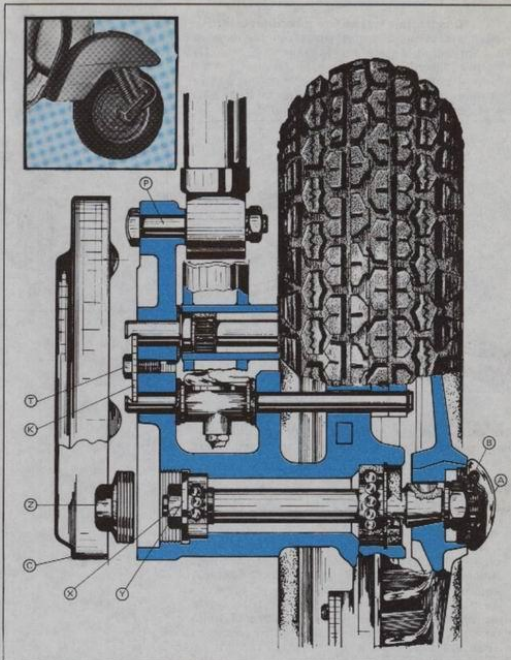

Fig. 49
Fig. 49. **Desmontaje del tambor del freno delantero:** Quitar, actuando con un destornillador, el guardapolvo (A), extraer la grupilla (B), desenroscar con llave 22 la tuerca de sujeción del tambor y quitar la arandela plana. Seguidamente desmontar el tambor del freno delantero (\*\*).
— (Fig. 49). Desenroscar la tuerca (Z); bloquear el eje y desmontar la tuerca (X); extraer la arandela (Y).